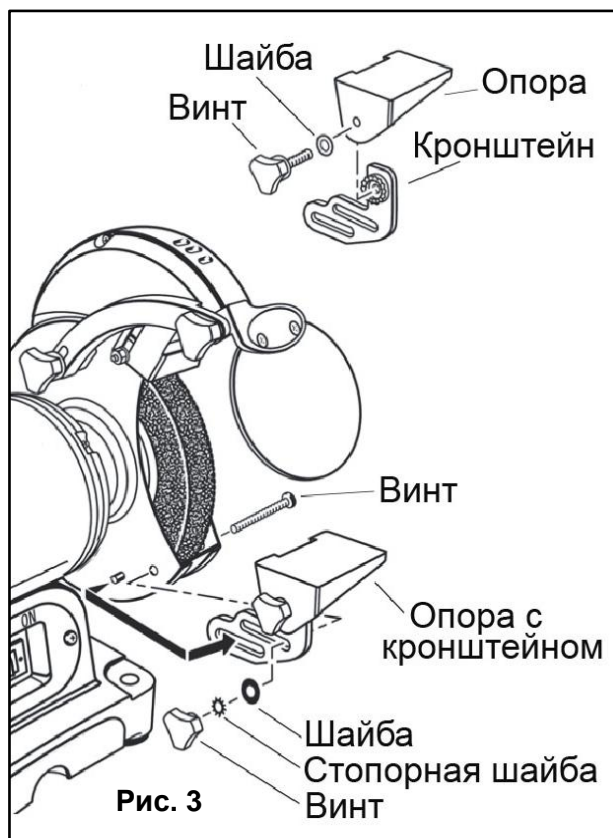

Рис. 3
Установка рабочей опоры (Рис. 3)
- Ослабить винт, на опоре. (Рис. 3)